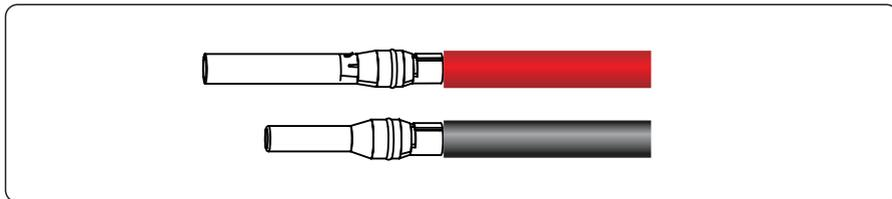

Figura 5.9 Crimpando um conector de metal
Passo 2 Insira as áreas expostas dos cabos de potência positivo e negativo nos terminais de metal dos conectores positivo e negativo respectivamente e prenda-os usando uma ferramenta de crimpagem, conforme mostrado na Figura 5.9.